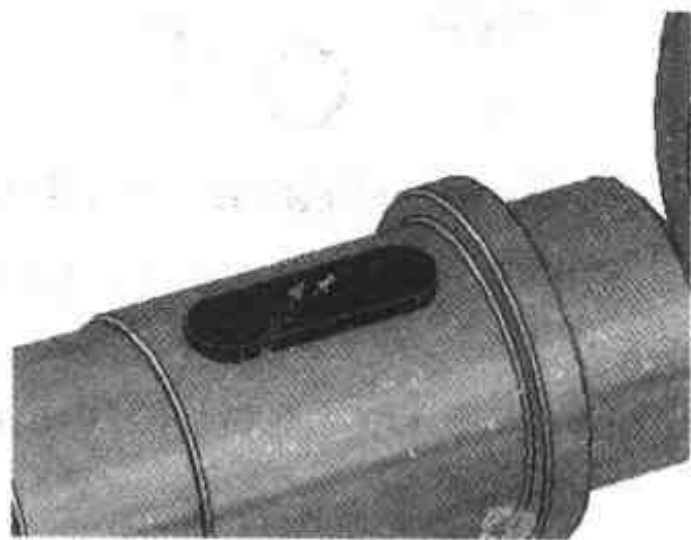

图 3.108 装配键
- (10) 关闭【三维球】, 结果如图 3.108 所示。